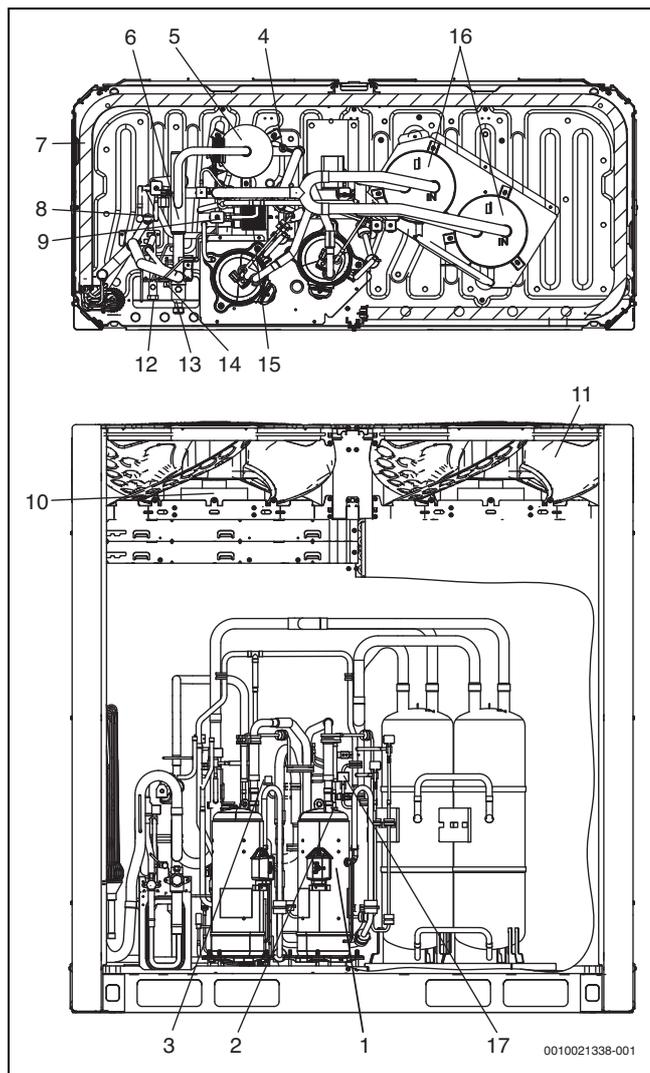

Рис. 64 Расположение компонентов
**Обозначения на рис. 64 и 65:**